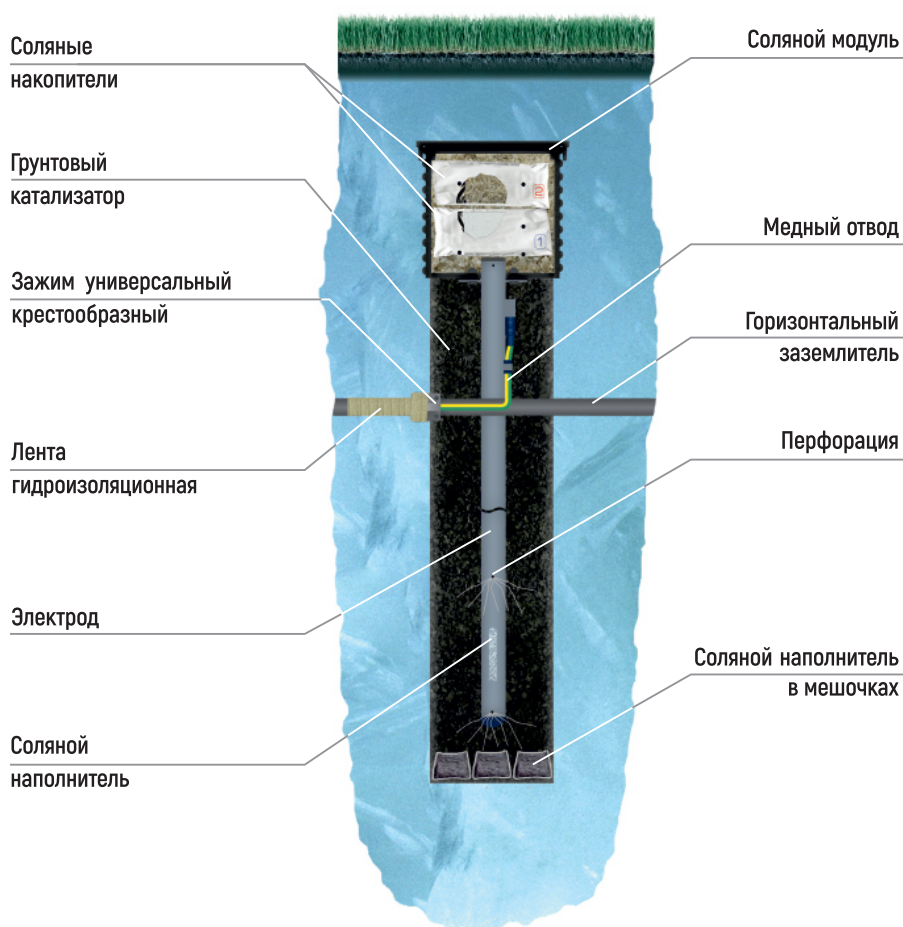
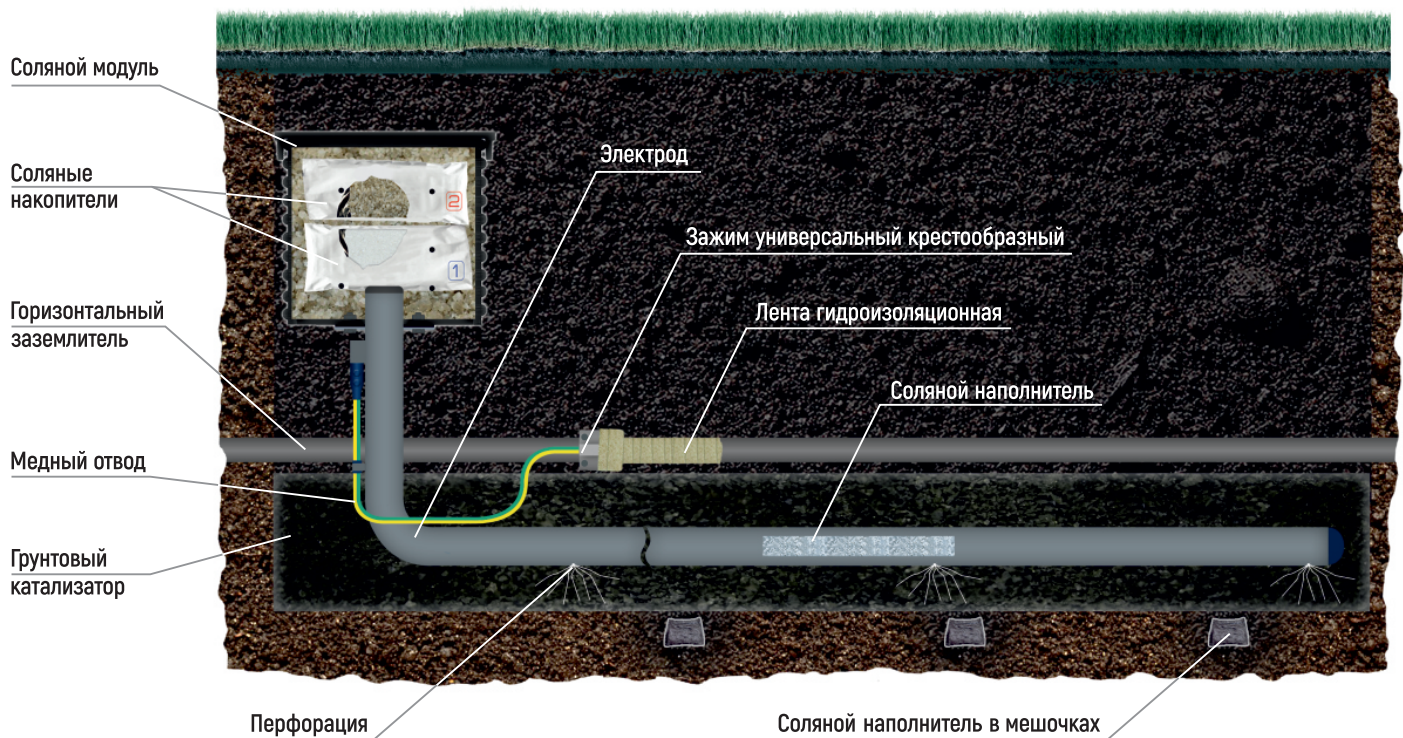

Рис. 5. Активный соляной электрод «Н-УДАВ» (вертикальное исполнение)
Рис. 6. Активный соляной электрод «Н-УДАВ» (горизонтальное исполнение)
- исполнение: вертикальное (рис. 5) / горизонтальное (рис. 6);